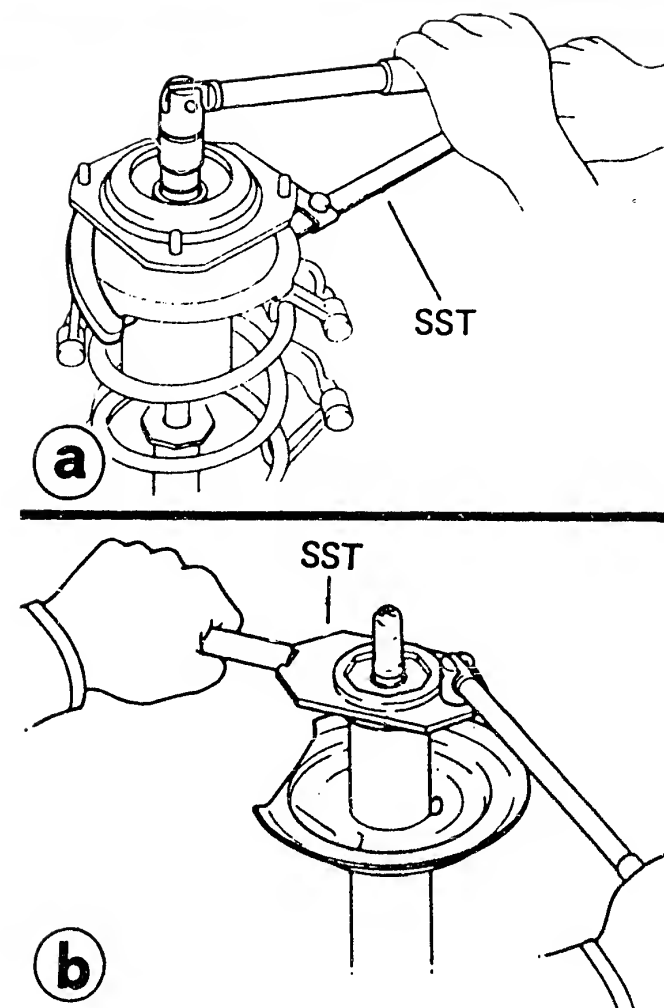

Bild 74 Sedan, Liftback: a) Lösen der Kolben-stangenmutter beim Zerlegen des Federbeins. – b) Lösen der oberen Stossdämpferbefestigung im Federbeinrohr.
c) Das **Federbein** lässt sich mit Hilfe ei-nes Spannwerkzeugs zerlegen. Um den Stossdämpfer aus dem Federbeinrohr auszubauen, ist das Spezialwerkzeug zu verwenden (Bild 74).